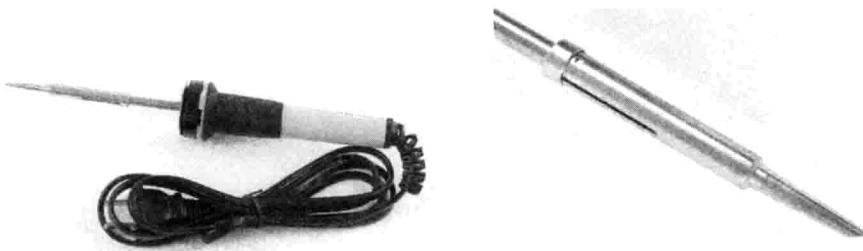

图 1.1 内热式电烙铁
(1) 内热式电烙铁 内热式电烙铁如图 1.1 所示。其结构简单、热效率高、体积较小、加热快、重量轻、价格便宜，而且更换烙铁头也较方便。内热式电烙铁由连接杆、手柄、弹簧夹、烙铁芯、烙铁头（也称铜头）组成。烙铁芯安装在烙铁头的里面。烙铁芯采用镍铬电阻丝绕在瓷管上制成，一般 20W 电烙铁的电阻为 $2.4\text{k}\Omega$ 左右，35W 电烙铁的电阻为 $1.4\text{k}\Omega$ 左右。